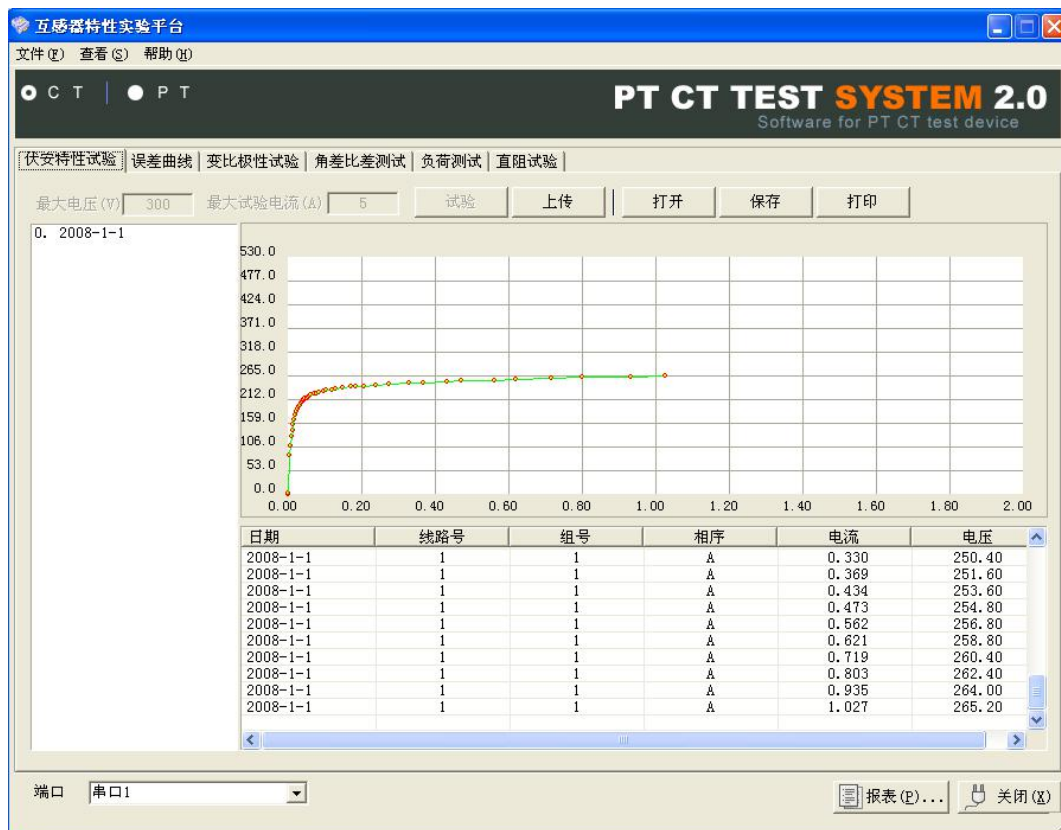

图 21
- 7.5 查看伏安测试结果，选择“打开”并选择对象，如图 21 为伏安特性试验曲线和数据，选择“打印”则以报表的形式显示结果，方便打印。点击“保存”并选择目录后，可以将此测试结果以网页格式存入电脑，方便以后查询（用 IE 浏览器即可查看）。